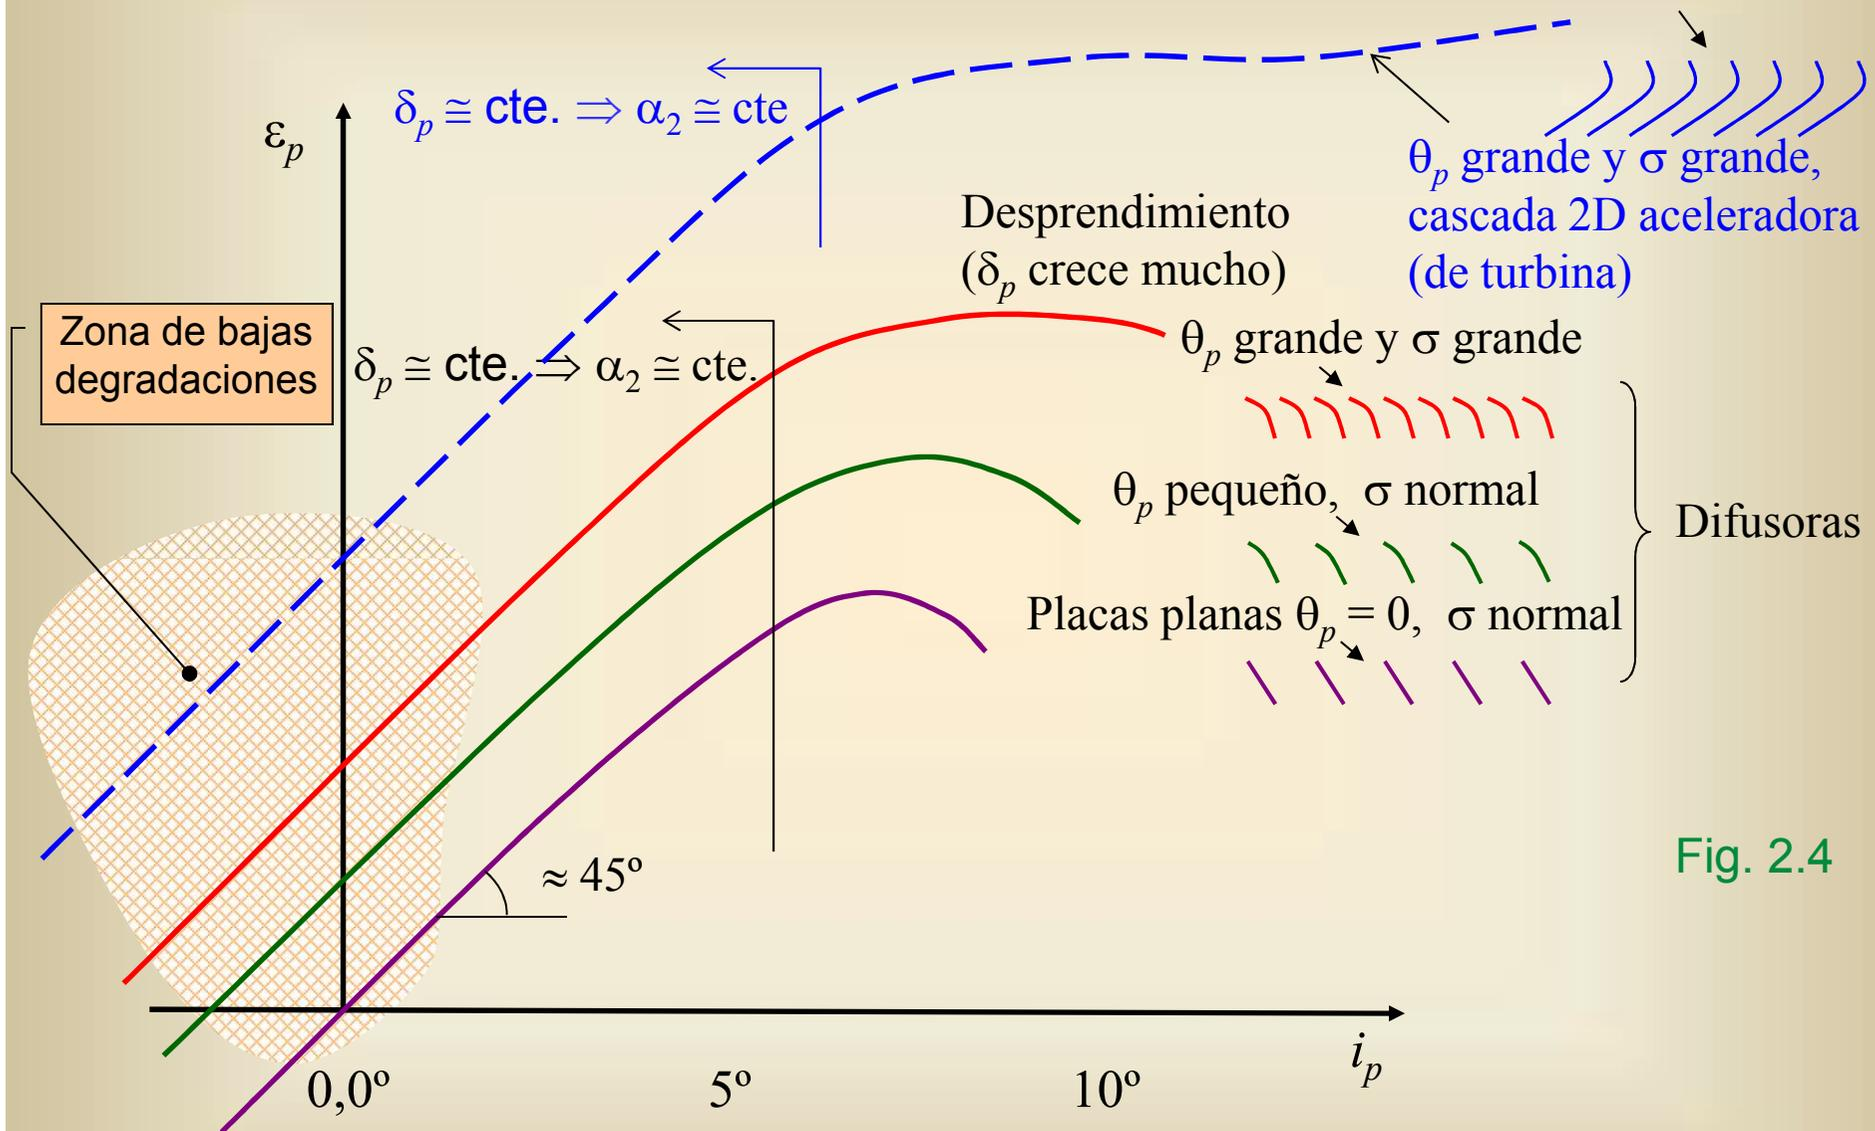

Fig. 2.4
- La incidencia determina también la desviación de la corriente media a la salida del rotor o equivalentemente la deflexión media  $\varepsilon_{ro}$ , véase la Fig.2.4 . Si la incidencia  $i$  es moderada la desviación es razonablemente constante y equivalentemente, la deflexión crece linealmente con  $i_p$ . En todo caso, queda determinada la orientación de la corriente media a la salida del rotor  $\beta_2$ .
15. Compruebe en la Fig. 2.4 que una corona de álabes sin curvatura no difunde la corriente si no hay incidencia. Compruebe que en tal circunstancia no intercambiará trabajo con el flujo.
16. Compruebe en la Fig. 2.4 que una corona de álabes con curvatura deja de deflectar la corriente con incidencia del perfil negativa. Relacione tal circunstancia con la anulación de trabajo aportado al flujo de la figura en la p. 53. para ello haga uso de la expresión de la incidencia en la p. 54, Ec. (2.5).